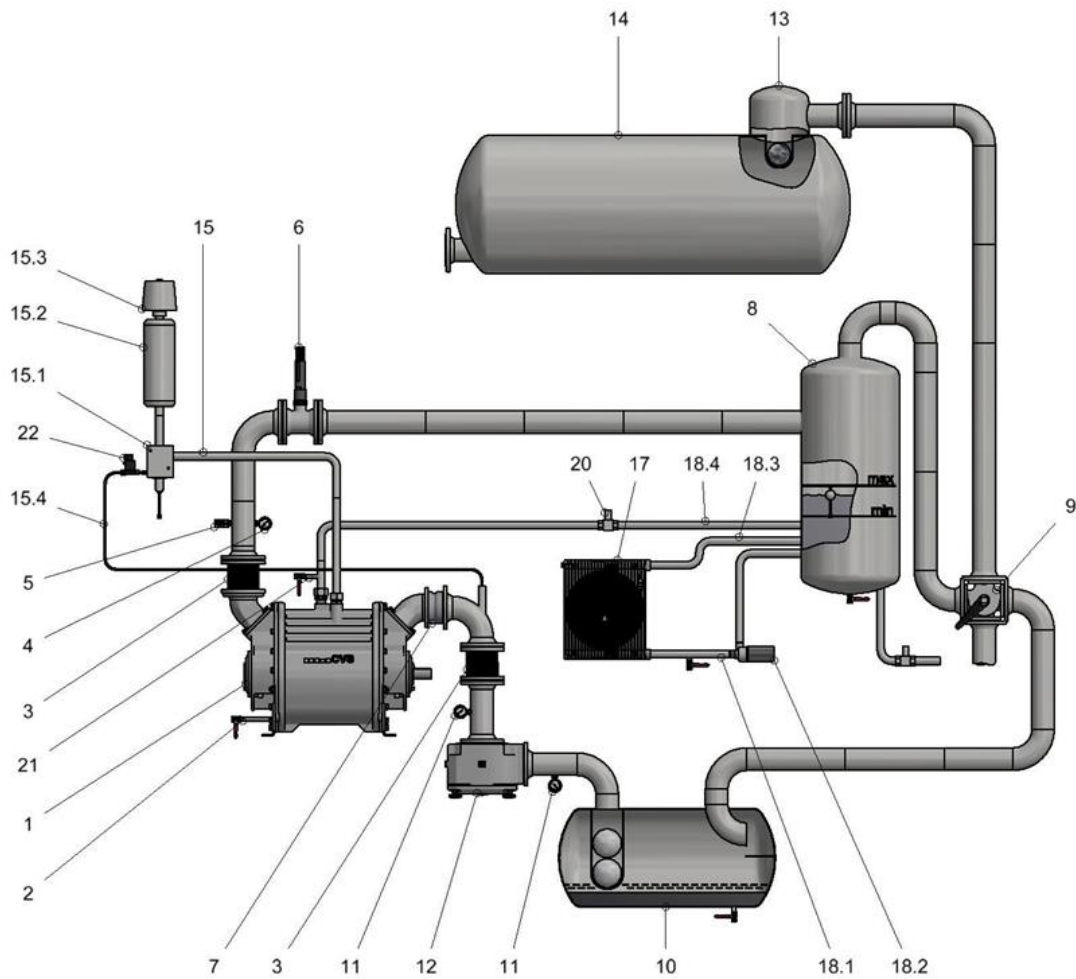

Fig. 8 : Exemple de montage
Pour le service d'une pompe à anneaux liquides, d'autres composants que l'entraînement et les conduites d'aspiration et de refoulement sont nécessaires (voir page 24, Fig. 8).
*Fig. 8 indique un exemple d'une installation complète avec montage idéal.*